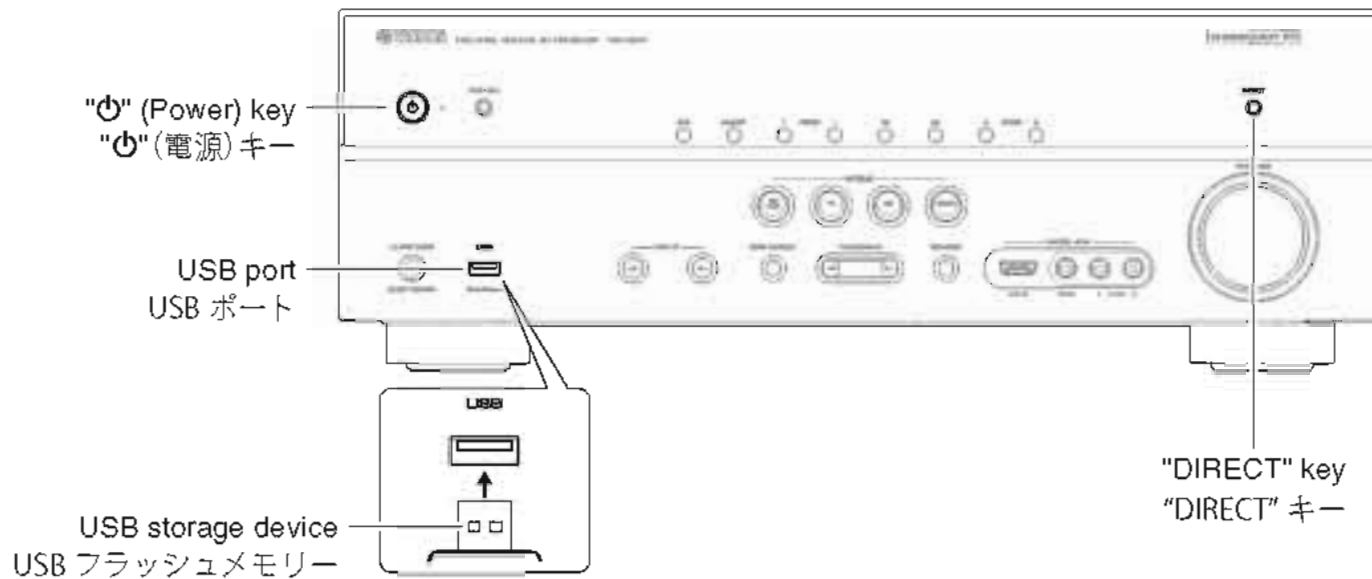

Fig. 1
1. Insert the USB storage device to the USB port. (Fig. 1)
2. While pressing the "DIRECT" key, connect the power cable to the AC outlet. (Fig. 1)
1. USB ポートに USB フラッシュメモリーを差し込みます。(Fig.1)
2. "DIRECT" キーを押しながら、電源コードを AC コンセントに接続します。(Fig.1)
6. Remove the USB storage device from the USB port. (Fig. 1)
6. USB ポートから USB フラッシュメモリーを抜きます。(Fig.1)